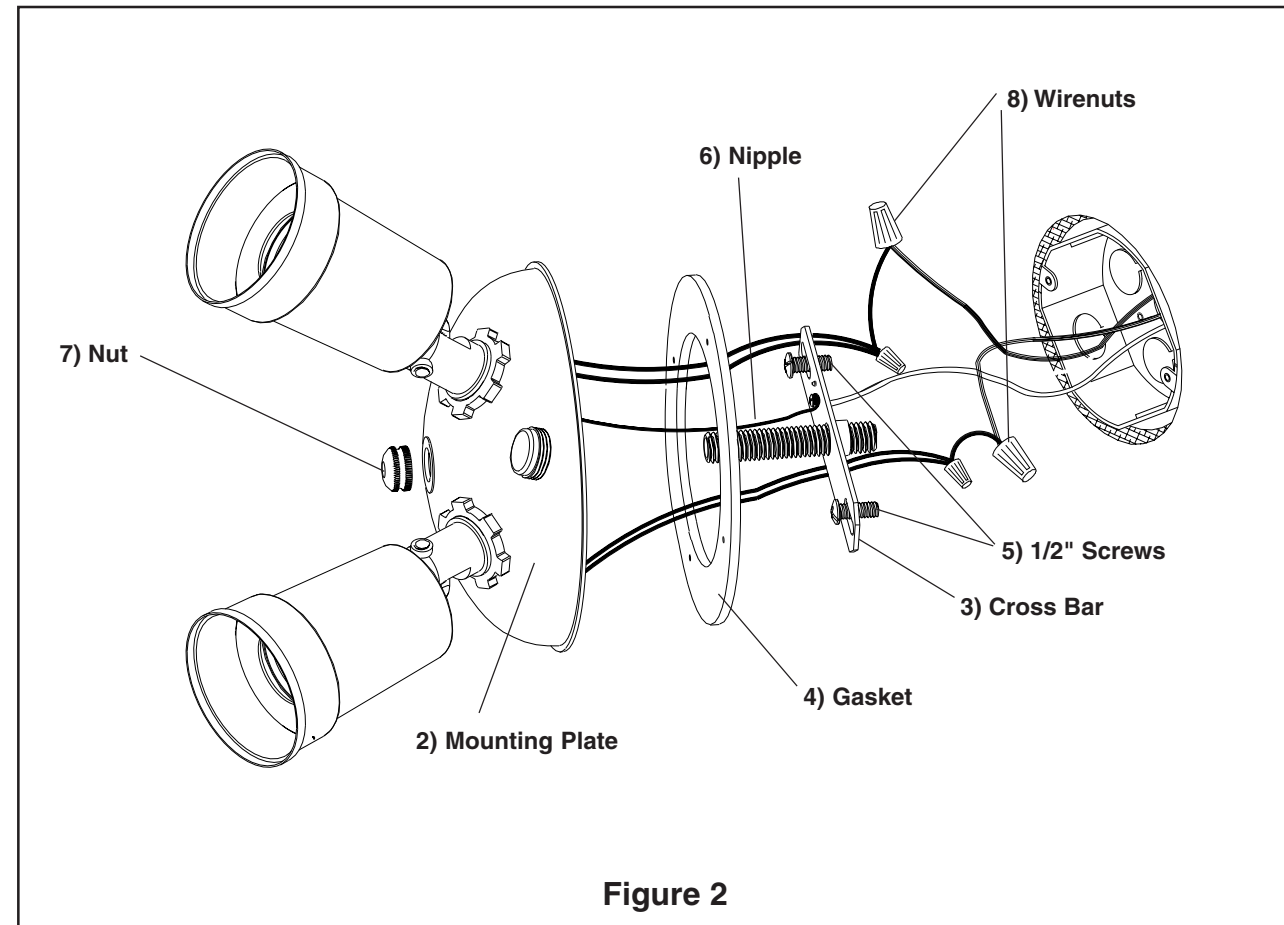

Figure 2
2. Installer la traverse à la boîte de montage à l'aide des (2) vis (fournies). **Voir la fig. 2.**
2. Install Cross Bar to Junction Box using (2) Screws (provided). **See Fig 2.**
2. Instale la Barra Transversal Caja de Ensambladura usando (2) Tornillos (proveídos). **Vea Fig. 2.**